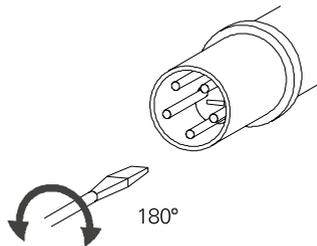

Abb. 14: Polwender im Eingangsstecker
- Mit einem Schraubendreher den Polwender im Eingangsstecker nach innen drücken und um 180° drehen (Abb. 14); der Polwender muss nach dem Drehen wieder einrasten.